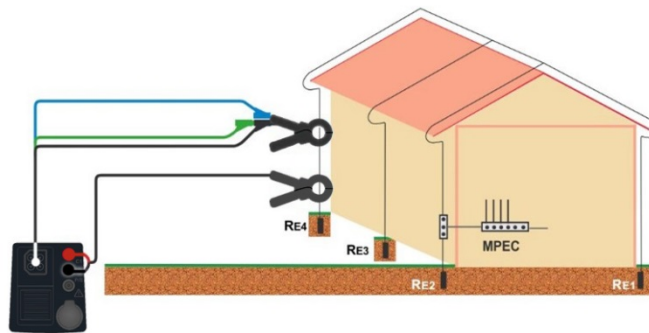

Abbildung 7.51: 2-Zangen Erdungswiderstandsmessung mit BENNING CC 4-1 (044166) und BENNING CC 4-2 (044167)
- › Umschließen Sie die Stromzangen am Prüfobjekt, siehe **Abbildung 7.51**.